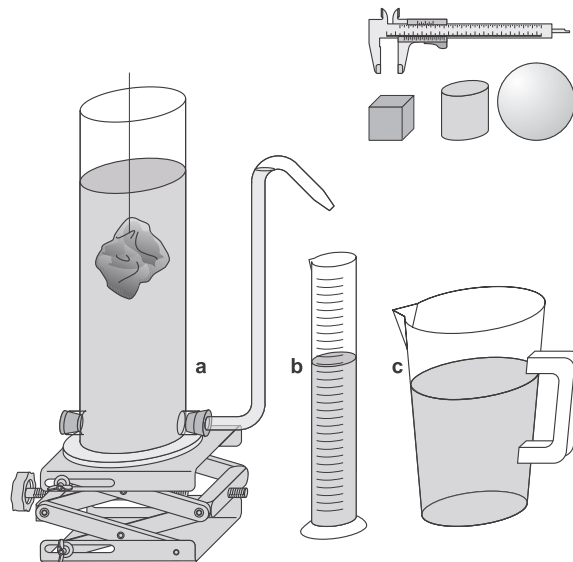

Abbildung 1.1: Versuchsaufbau zur Volumen- und Dichtebestimmung an festen Stoffen.
Der Versuchsaufbau ist in Fig. 1.1 dargestellt.
- Wasser in den Kunststoffbecher *c* (Fig. 1.1) einfüllen